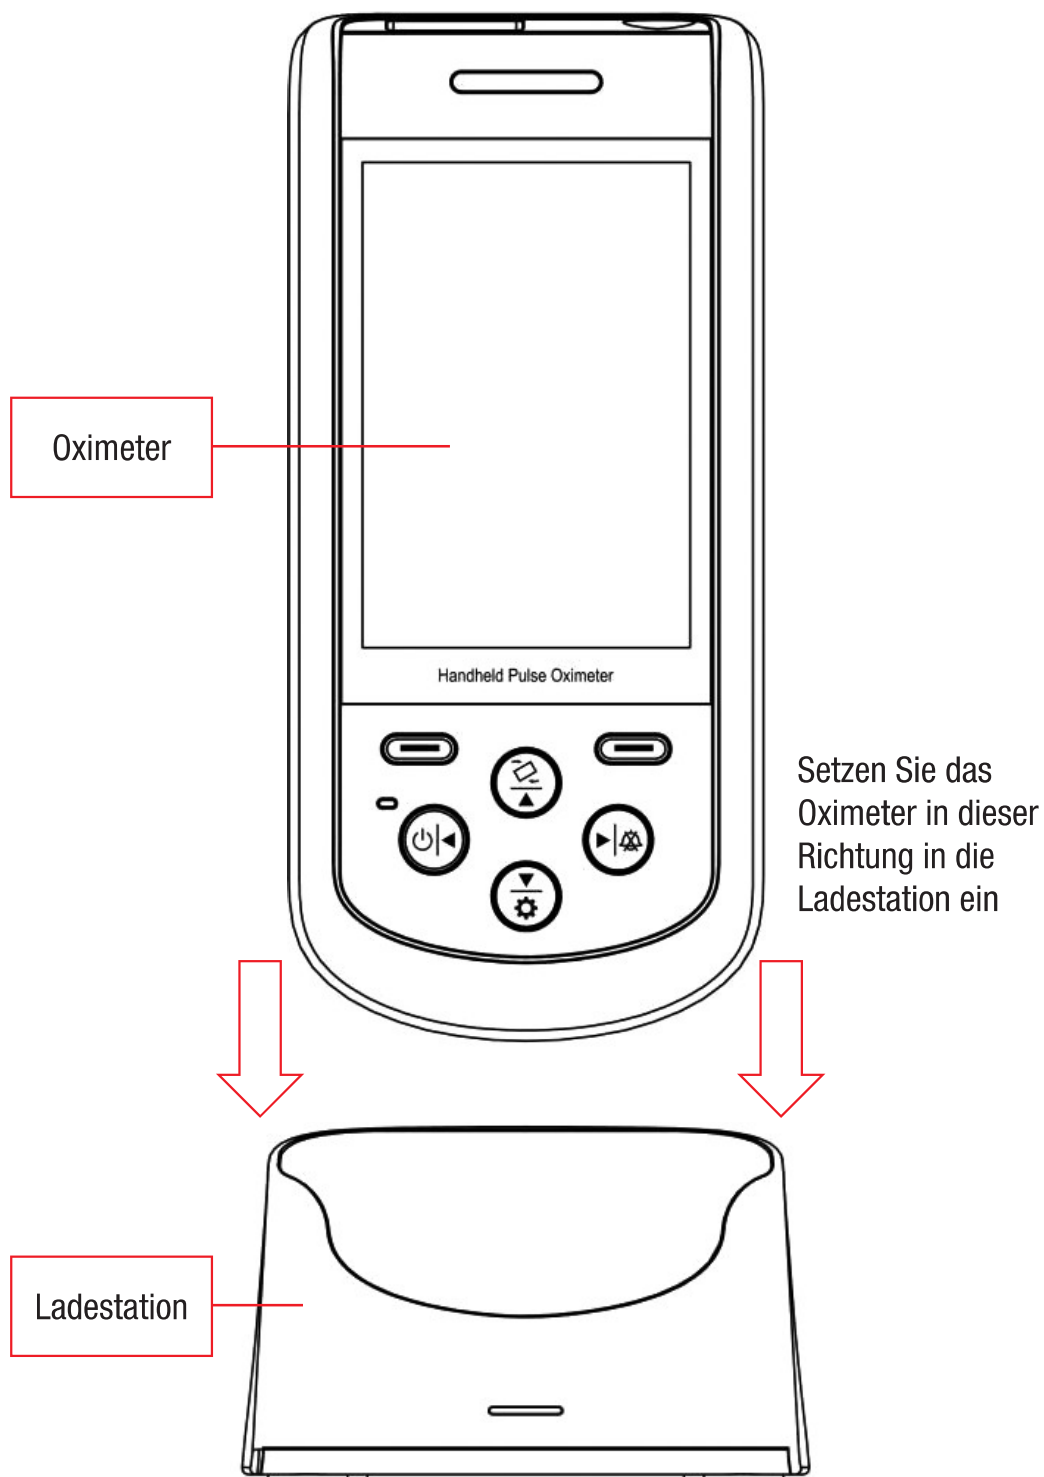

Abbildung 2.2 Verbindung zwischen Oximeter und Ladestation
- 2) Setzen Sie das Gerät richtig in die Ladestation ein, und achten Sie auf die Polaritätsmarkierungen, wie in Abbildung 2.2 dargestellt.